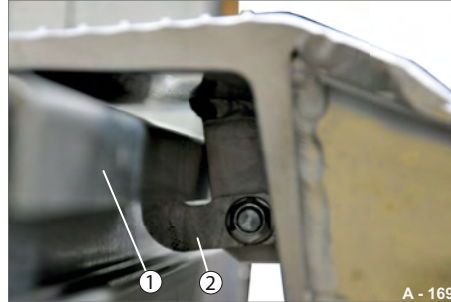

Abb. 180 Sicherungshaken gesichert
- ▶ Prüfen Sie, dass der Sicherungshaken (Abb. 180/2) in das Abschlussblech der Ladeflächenkante (Abb. 180/1) greift.